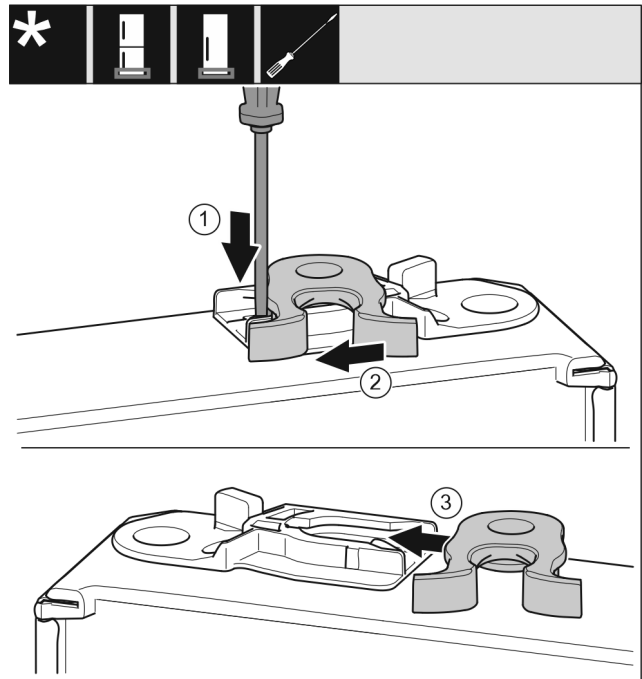

Fig. 20
- ▶ Shtypni për poshtë gjuhëzën Fig. 20 (1) me një kaçavidë me kokë petë.
- ▶ Nxirrni jashtë nga foleja udhëzuese grepat e mbylljes Fig. 20 (2).
- ▶ Futni grepat e mbylljes Fig. 20 (3) në fole të udhëzues në anën tjetër.